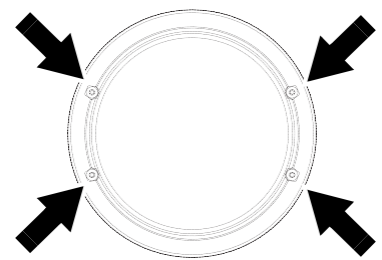

Рисунок 2
7. См. рисунок 2. Снять четыре винта с передней линзы, затем снять страховочное крепление передней линзы. Снять переднюю линзу и сохранить ее для возможного применения в будущем, если в дальнейшем планируется вернуть стандартную конфигурацию прибора.